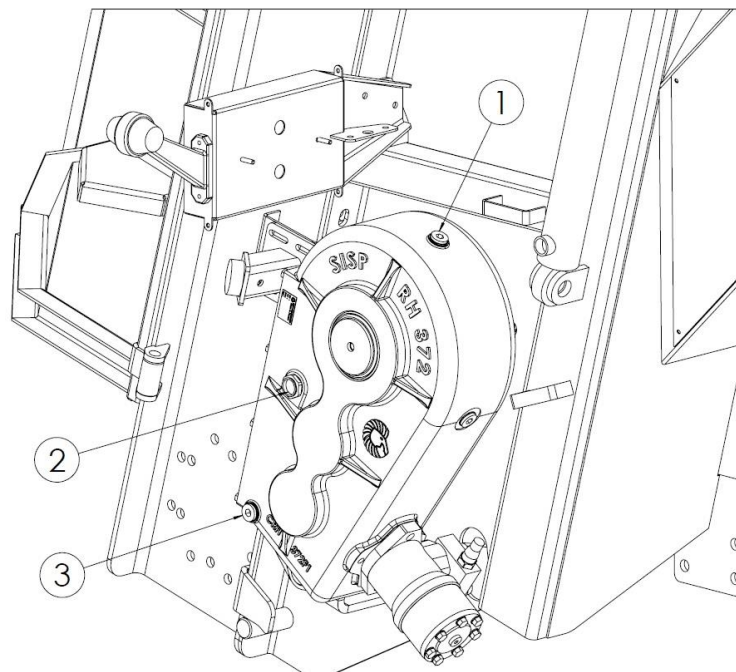

Figure 21. Points de contrôle du niveau d'huile pour les engrenages du convoyeur au plancher.
Pour vidanger l'huile de l'engrenage (figures 21, 22), dévissez les bouchons de vidange (3). Remplissez les engrenages avec de l'huile neuve via la cheminée de remplissage d'huile (1) jusqu'à ce que l'huile apparaisse dans le voyant (2). Le niveau d'huile est correct lorsque l'huile est visible au milieu du voyant.